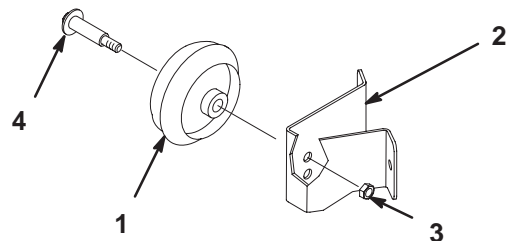

Figure 7
1. Pour modifier la hauteur des roues avant de la tondeuse, retirer le boulon de fixation de la roue et le monter dans un autre trou (Fig. 7).
2. Utiliser le trou du haut pour la plus petite hauteur de coupe, et le trou du bas pour les hauteurs de coupe supérieures (Fig. 7).